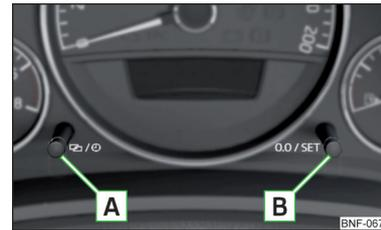

Abb. 24
- › Die Taste  halten » Abb. 24, bis die Stundenanzeige im Display blinkt.